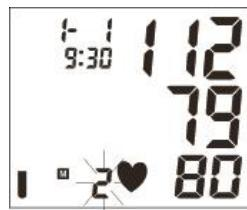

Figura 7-9
- g. Pulse de nuevo el botón “**MEM**” para mostrar el resultado siguiente (Figura 7-9). De este modo, pulsando repetidamente el botón “**MEM**” se muestran los resultados previos.